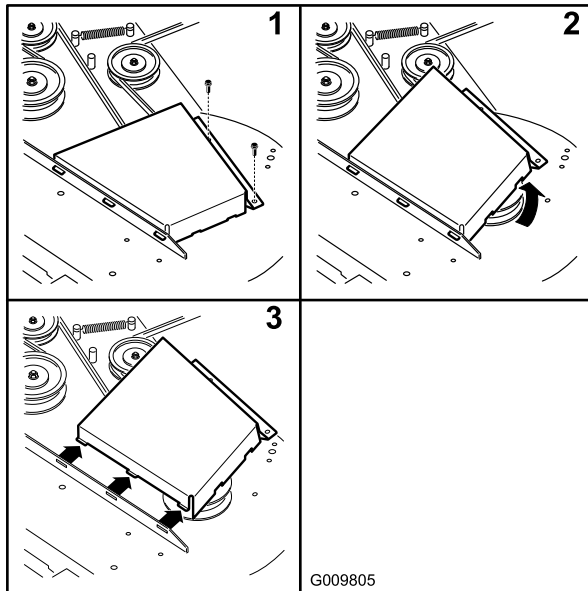

Figura 63
4. Retire las cubiertas de la correa (Figura 63).